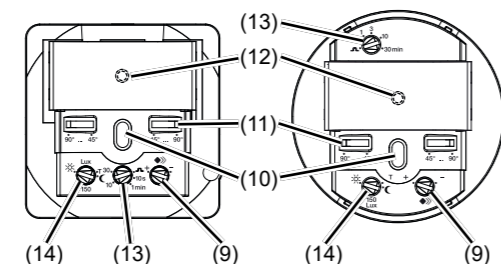
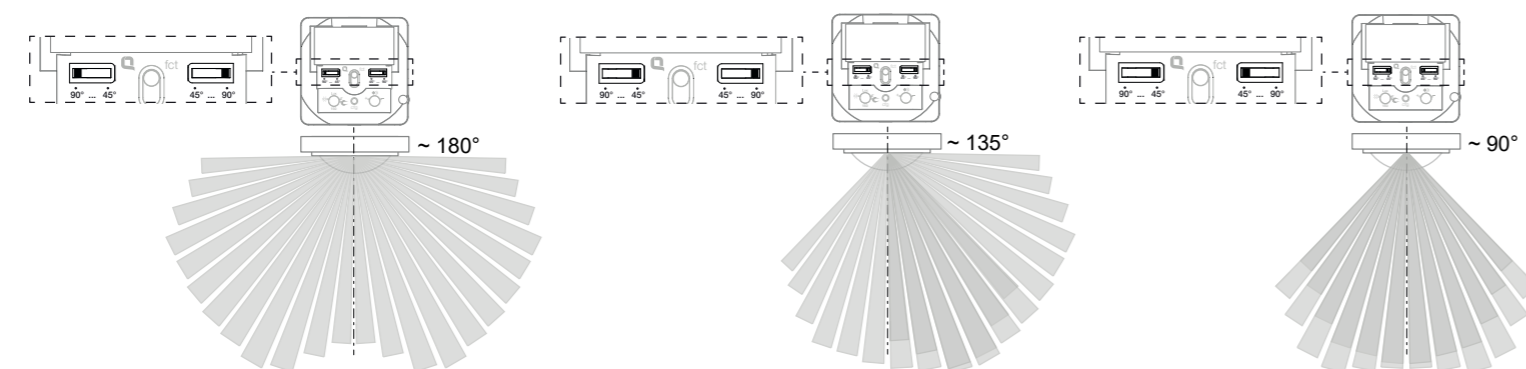

Bild 5: Bedien- und Einstellelemente des Aufsatz-Unterteils
Bild 8: Einstellung des Erfassungswinkels
- Demontageschutz über die Schraube (5) herstellen,** wenn vorhanden.
- Nach Inbetriebnahme Designabdeckung (4) auf Aufsatz (3) rasten.**
- Soll die Inbetriebnahme über IR-Fernbedienung erfolgen,** das Potenziometer für Ansprechhelligkeit (Bild 5, 14) auf Position **T** einstellen und anschließend Designabdeckung aufrasten.
Der Erfassungswinkel kann für die rechte und für die linke Seite je Einsteller (Bild 5, 11) zwischen 45° ... 90° eingeschränkt werden. Somit kann der Erfassungswinkel zwischen 90° und 180° liegen (Bild 8).
- Testbetrieb einstellen.** Hierzu das Potenziometer für Ansprechhelligkeit (Bild 5, 14) auf Position **T** stellen.
- Potenziometer für Ansprechhelligkeit (Bild 5, 14) in die gewünschte Position drehen.**
- Potenziometer für Nachlaufzeit (Bild 5, 13) in die gewünschte Position drehen.**
- Potenziometer für Nachlaufzeit (Bild 5, 13) in die Position drehen.**
- Potenziometer für Empfindlichkeit (Bild 5, 9) in die gewünschte Position drehen.**
- Potenziometer für Ansprechhelligkeit (Bild 5, 14) in Stellung **T** bringen.**